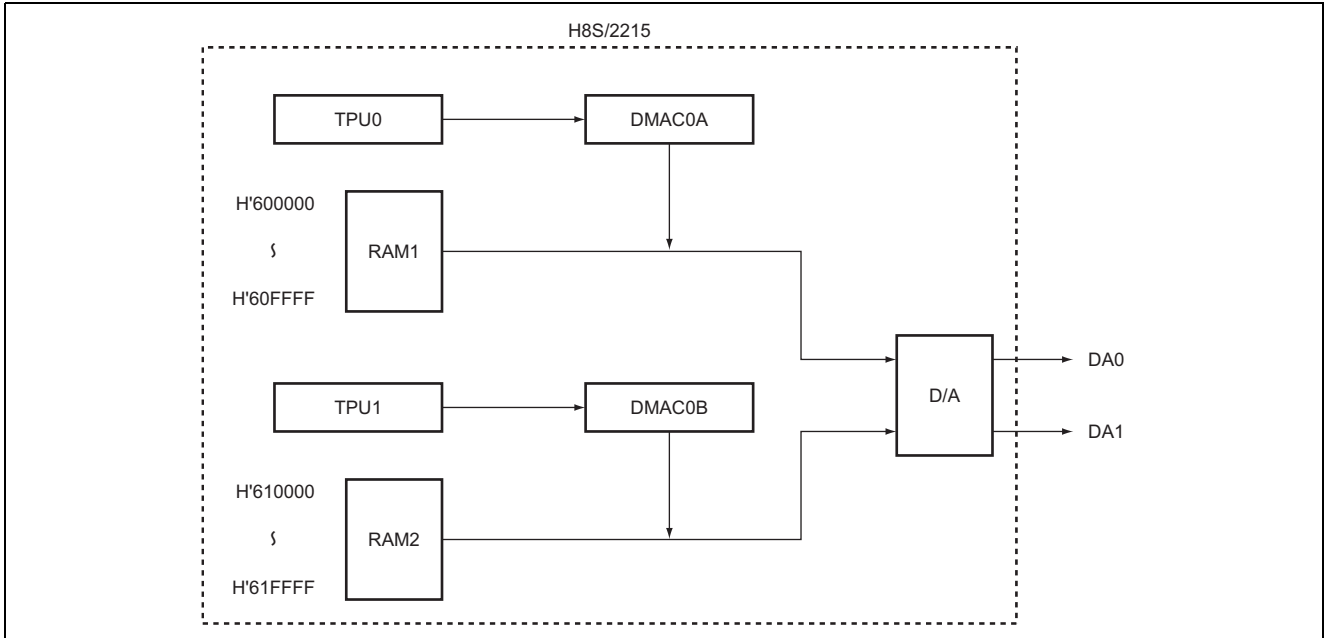

図 1 D / A 変換ブロック図
- (1) 図 1 に示すように TPU の ch0, 1 で DMAC を起動し、RAM に格納したデータを D / A 変換します。
- (2) RAM エリアは、H'600000 ~ H'61FFFF です。
- (3) H8S / 2215 の内部動作周波数は 16MHz で使用します。